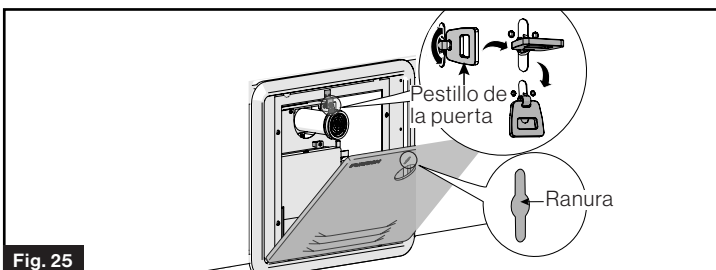

Fig. 25
- Alinear el pestillo en la brida con la ranura en la puerta, a continuación, empuje la puerta y gire el pestillo para bloquear la puerta en su lugar. (Fig. 25)